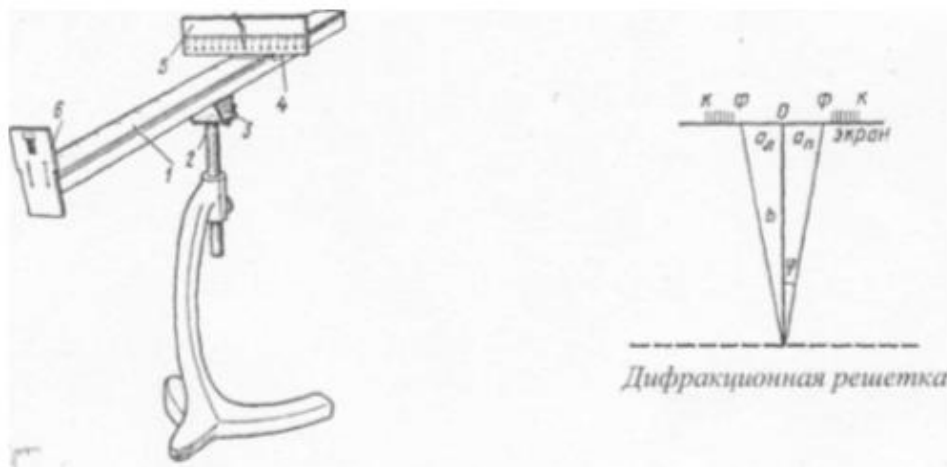

рис. 3
Получить дифракционный спектр можно, используя прибор для определения длины световой волны (рис. 3). Прибор состоит из бруска 1 со шкалой. Внизу бруска укреплен стержень 2. Его вставляют в отверстие подставки от подъемного столика. Брусок закрепляют под разными углами с помощью винта 3. Вдоль бруска в боковых пазах его может, перемещаться ползунок 4 с экраном 5. К концу бруска прикреплена рамка б, в которую вставляют дифракционную решетку.
1. Собрать установку, изображенную на рис. 3.